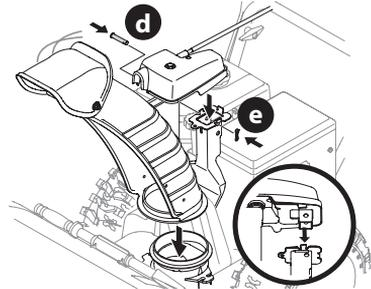

Figure 37
3. Placez la goulotte sur sa base et vérifiez que la tige de commande est placée sous le tableau de commande. Fixez la tête de commande au support de la goulotte avec l'axe de chape (d) et la goupille fendue (e) retirés à l'étape 1. Voir Figure 37.